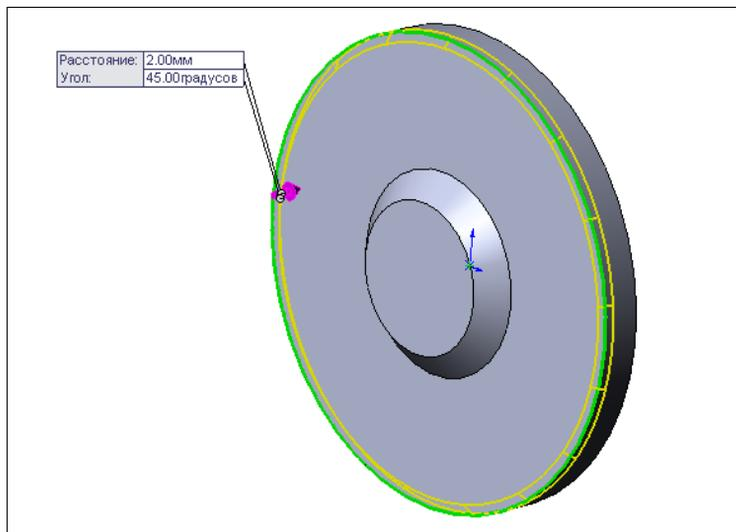

Рис. 2.43
8. Аналогично построим еще одну фаску размером $2 \times 45^\circ$ (рис. 2.43).